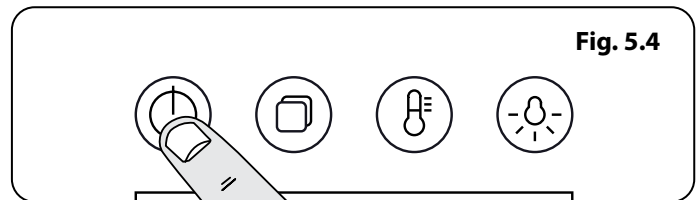
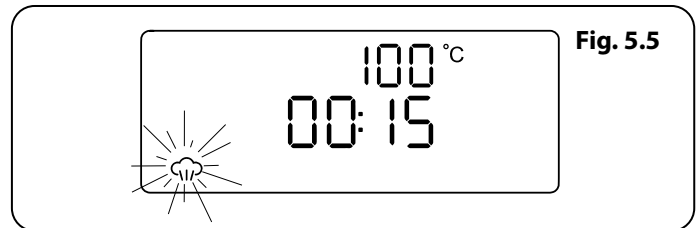

Fig. 5.4
Fig. 5.5
1. Toucher et maintenir le bouton pause pour mettre la cavité en marche (Fig. 5.4). L'écran affichera la température maximum ; 100°C, un temps de cuisson de 15 minutes et une icône vapeur clignoteront (Fig. 5.5).